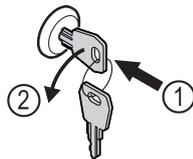

Fig. 183
- ▶ Inserire la chiave. Fig. 183 (1)
- ▶ Ruotare la chiave di 90° in senso antiorario. Fig. 183 (2)